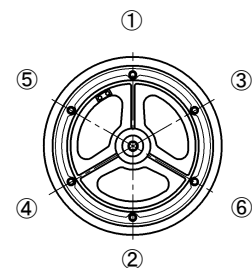

図2 六角ボルト締付け手順
- ⑤ 10N・m(102kgf・cm)程度で図2を参考に対角線上で六角ボルトを仮締めし、ワイヤー受けゴムが、はみ出していない事を確認後、17.2~27N・m(175~275kgf・cm)で、必ず均等(対角線)に六角ボルトを本締めしてください。
六角ボルトを一箇所ずつ本締めするなど、無理な締め付けをするとひび割れ等の原因になりますから必ず数回に分けて図2の締め付け手順で、締め付けを行ってください